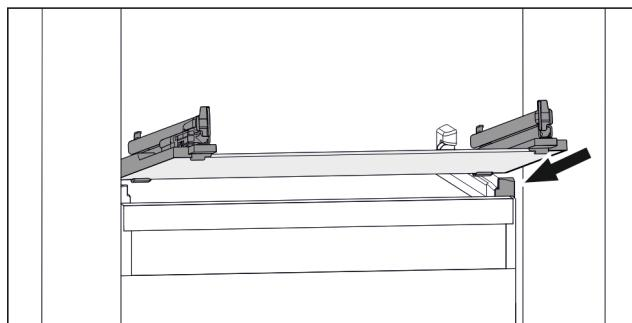

Fig. 107 Reprezentare exemplificativă a plăcii de sticlă
- Așezați placa de sticlă oblic în spatele opritoarelor. (vezi Fig. 107)